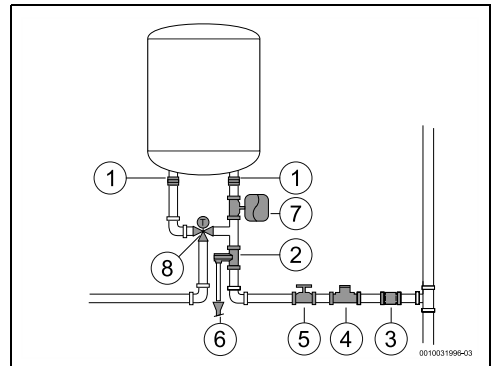

Fig. 13
- ▶ instalați o supapă reductoare (Fig. 13, [4]). Supapa de preaplin este activată întotdeauna atunci când presiunea apei de la nivelul rezervorului depășește 8 bar ( $\pm 1$  bar), iar apa evacuată trebuie să fie eliminată.
- ▶ Instalați un vas de expansiune (Fig. 13, [7]) pentru a evita deschiderea supapei de preaplin în mod frecvent. Volumul vasului de expansiune trebuie să fie echivalent cu 5% din volumul aparatului.